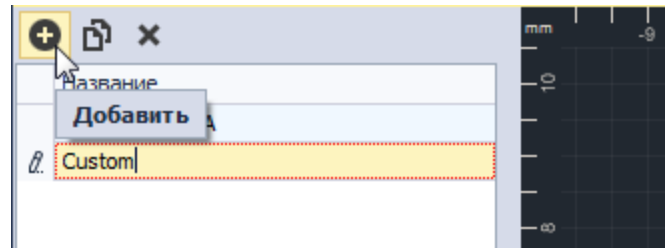

Рис. 56 Добавление новой фигуры
3. Нажать кнопку «Добавить», обозначенную значком , расположенную на панели инструментов редактора, см. Рис. 56.